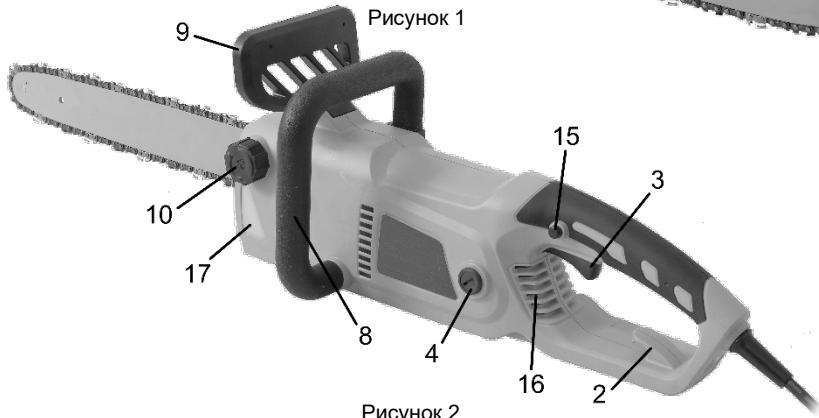

Рисунок 2
Перед роботою та при роботі обов'язково перевіряйте та доливайте оливу для змащування ланцюга. Горловина (10, рисунок 2) для заправлення оливою для ланцюга позначена відповідним зображенням. Рекомендовано використовувати тільки спеціальну оливу для ланцюгів. Олиця для ланцюгів значно знижує тертя та нагрів ланцюга і напрямної шини, полегшує їх очищення від стружки та пилу, надійно захищає від корозії та придатна до всесезонного використання.
4.1.6 Для вимкнення виробу натисніть на кнопку блокування від випадкового запуску (15, рисунок 2), а потім на пускову клавішу (3, рисунок 2). Для вимкнення виробу клавішу слід відпустити.